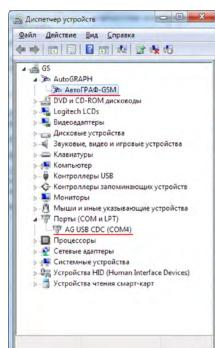

Рис.5
- 6.** Аналогичным образом следует установить драйверы для устройства AutoGRAPH CDC. На этом установка драйверов для устройства АвтоГРАФ-WiFi GSM+ завершена. Прибор готов к работе с ПК (Рис.5).